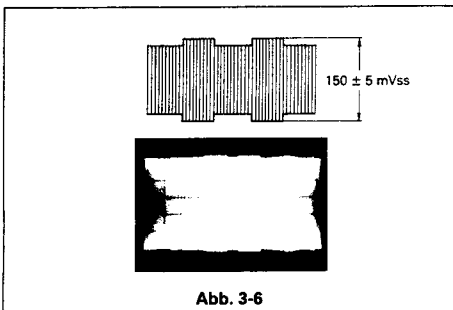

Abb. 3-6
3. Stellen Sie mit dem Regler VR201 eine Amplitude (H-Sync.) von 150 mVss \pm 5 mVss ein. Siehe Abb. 3-6.